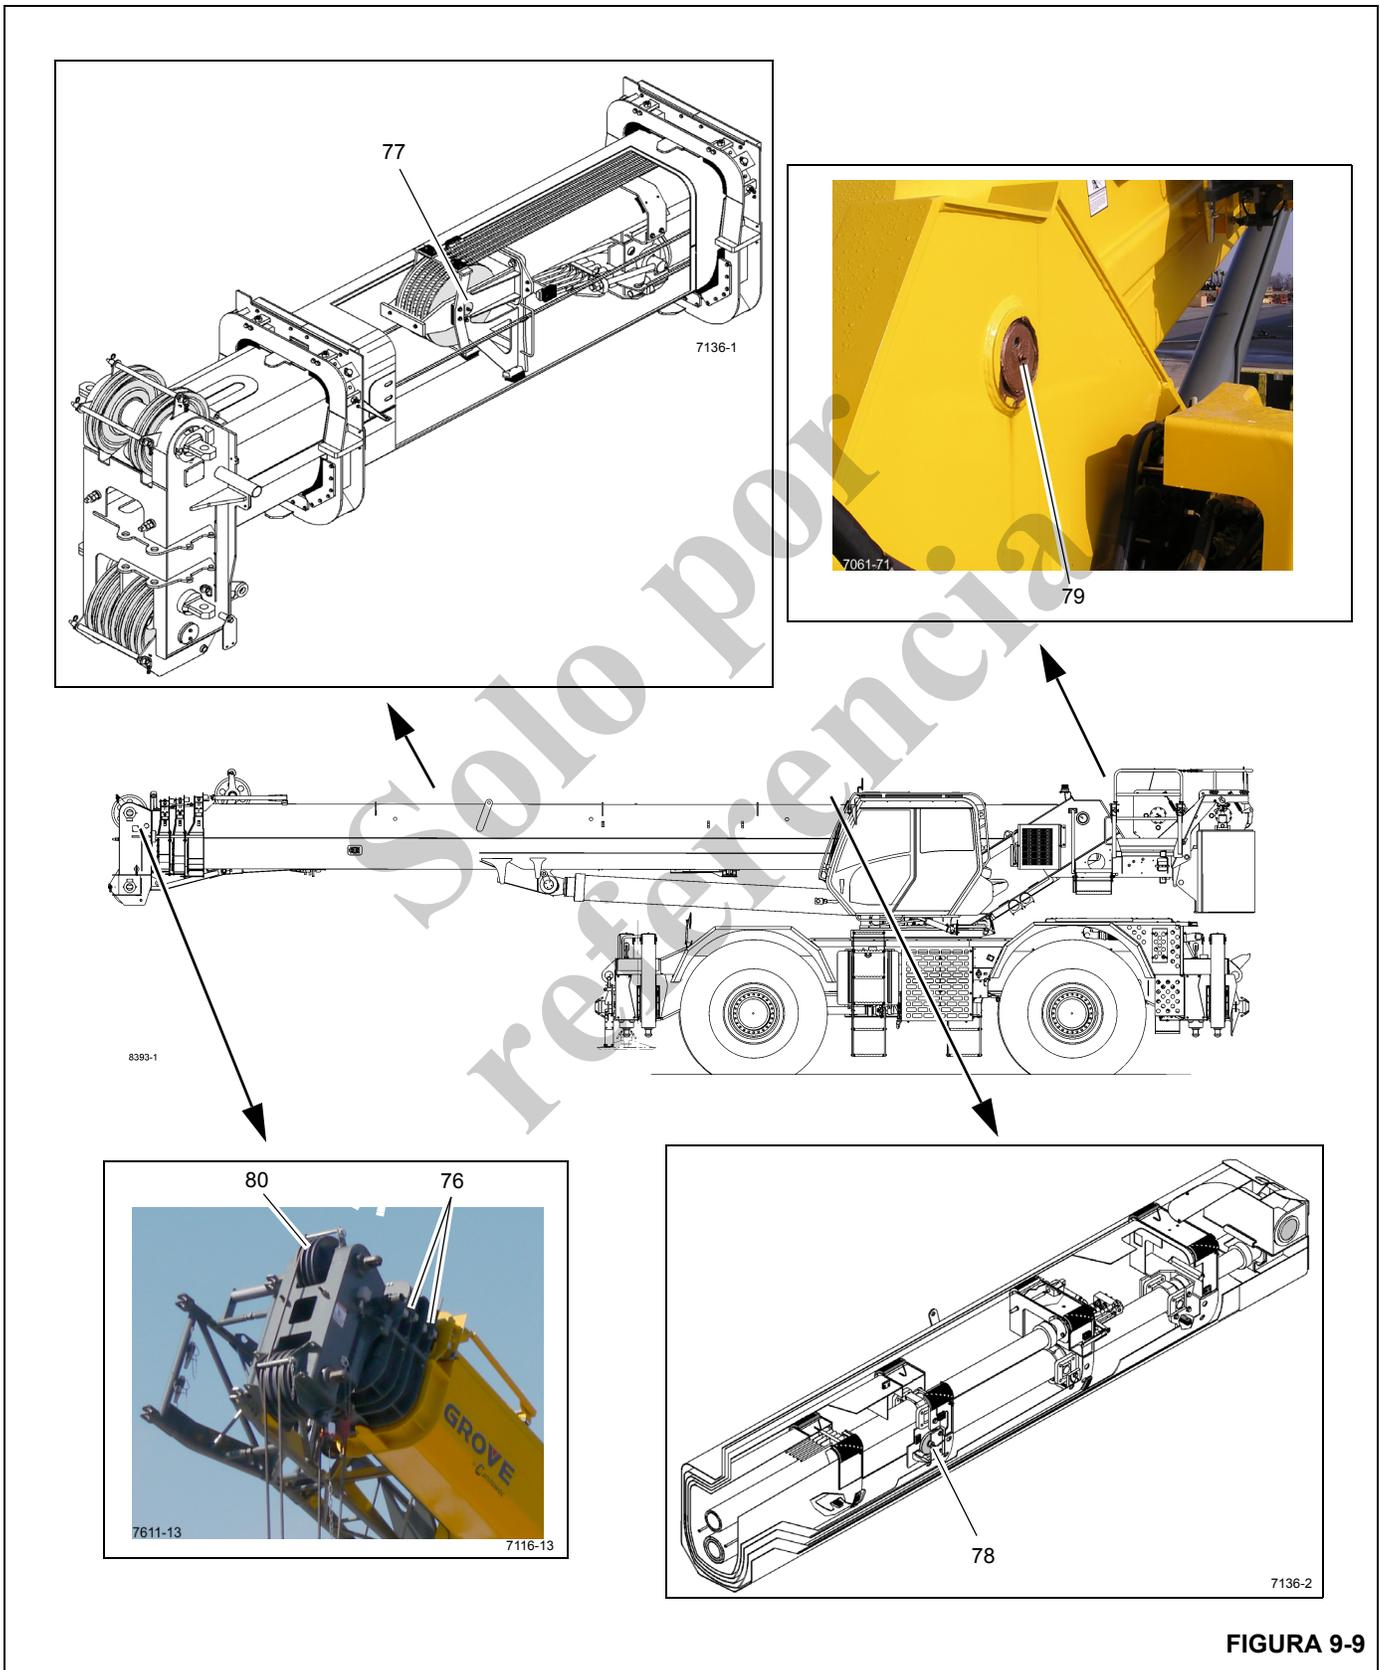

FIGURA 9-9
| 76 | Almohadillas de desgaste superiores e inferiores de la sección de pluma | Figura 9-9 | EP-MPG Grasa universal de presión extrema 6829003477 | Cubra completamente todas las áreas en que se mueve la almohadilla de desgaste | 50 horas ó 1 semana | 12 puntos con brocha, con la pluma en posición extendida |
| 77 | Poleas del cable de extensión | Figura 9-9 | EP-MPG Grasa universal de presión extrema 6829003477 | Hasta que salga grasa | 250 horas ó 3 meses | 1 graseras |
| 78 | Poleas del cable de retracción | Figura 9-9 | EP-MPG Grasa universal de presión extrema 6829003477 | Hasta que salga grasa | 250 horas ó 3 meses | 2 graseras (1) en cada uno de los costados |
| 79 | Eje de pivote de la pluma | Figura 9-9 | EP-MPG Grasa universal de presión extrema 6829003477 | Hasta que salga grasa | 250 horas ó 3 meses | 2 graseras (1) en cada uno de los costados |
| 80 | Polea de punta de pluma superior | Figura 9-9 | EP-MPG Grasa universal de presión extrema 6829003477 | Hasta que salga grasa | 250 horas ó 3 meses | 2 graseras (1) por polea |